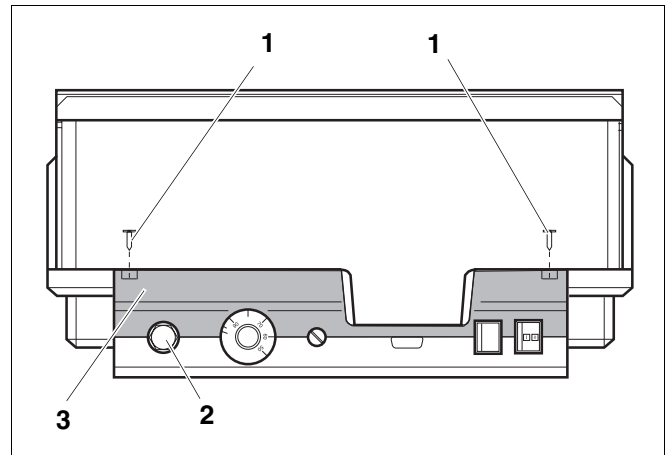

Fig. 1 Aparat de reglare Logamatic 4...
- Pentru reglarea temperaturilor cerute, termostatul de siguranță (Fig. 1, Poz. 2) trebuie să fie extras din interiorul carcasei.
- Pentru a scoate termostatul de siguranță, ambele șuruburi (Fig. 1, Poz. 1) trebuie deșurubate.
- Se scoate capacul (Fig. 1, Poz. 3).
- Se deșurubează capacul de protecție (Fig. 1, Poz. 2).